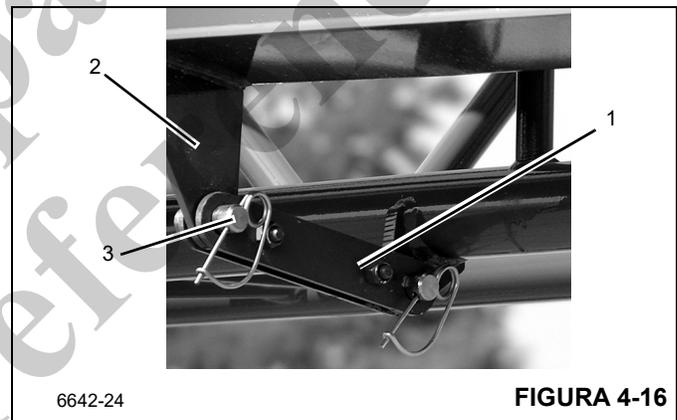

FIGURA 4-16
- e. Conecte a barra de trava (9, Figura 4-20; 1, Figura 4-16) na barra de fixação da seção da base da extensão da lança (2) usando o pino (3). Fixe com o grampo de retenção.